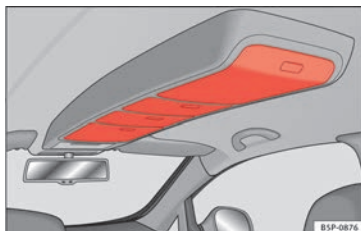

Fig. 87 Vano portaoggetti nel tettuccio.
- Per aprire questi vani, premere sul pulsante del coperchio, » fig. 87. Il coperchio si apre in modo automatico.